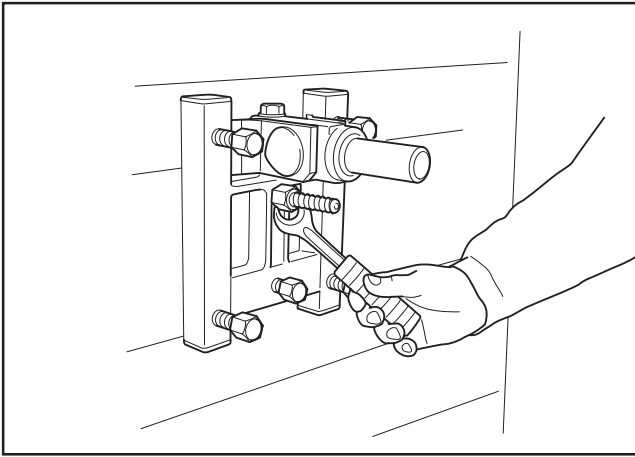

Fig. 11
1. Borra hål (15 mm) i väggen och slå i expanderbulten. Skruva fast fotplatta GB 50 AT, använd 24 mm nyckel (Fig. 11).
1. Bor et hul (15 mm) i væggen, og slå ekspansionsboltene i. Skru fodpladen GB 50 AT fast; brug en 24-mm-nøgle (Fig. 11).
1. Bor hull (15 mm) i vegg og slå inn ekspanderboltene. Skru fast fotplate GB 50 AT, bruk 24 mm nøkkel (Fig. 11).